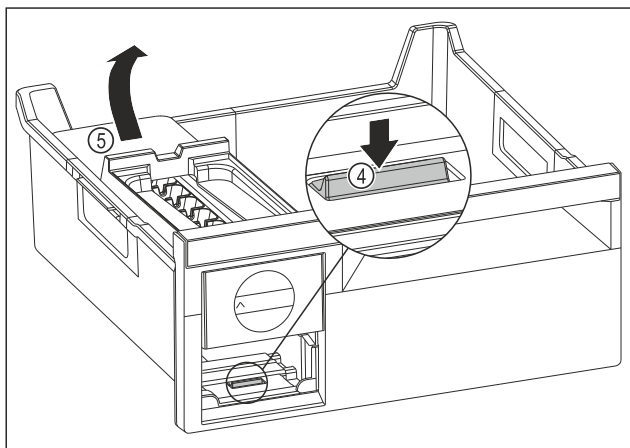

Fig. 76
- ▶ Vyjmutí korpusu EasyTwist-Ice: Lamelu Fig. 76 (4) zatlačte prstem směrem dolů a zároveň nadzvedněte druhou rukou korpus EasyTwist-Ice Fig. 76 (5) zezadu.